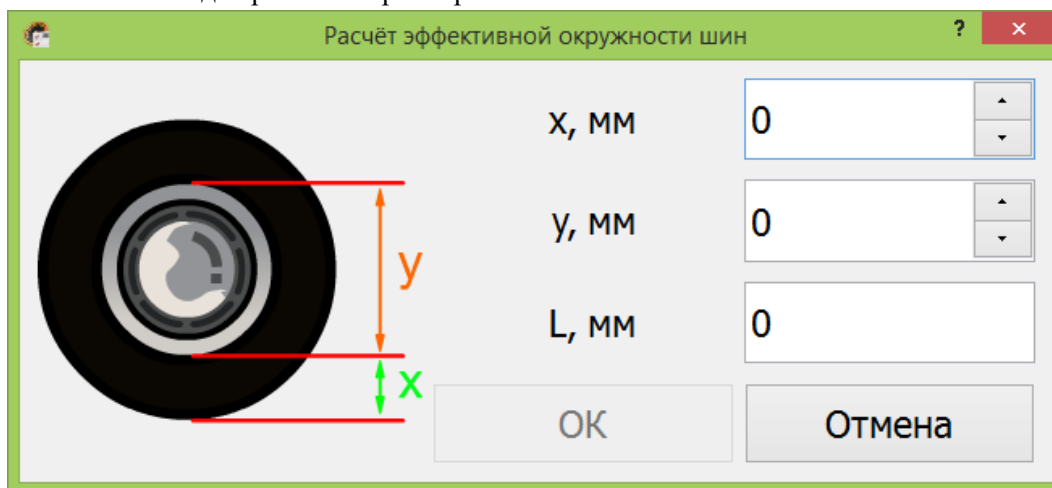

Рисунок 20 – Настройка эффективной окружности шин
Для более точного расчёта эффективной окружности колеса (L) осуществите замер расстояния от поверхности земли до нижнего края обода диска (x) и диаметр диска (y) ведущей оси транспортного средства ближайшей к КПП, как показано на Рисунок 20. Внесите полученные значения в миллиметрах в программу, значение эффективной окружности колеса (L) будет рассчитано автоматически.